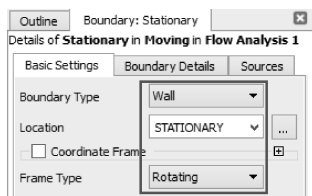

图 11-60 墙基本设置
(1) 在任务栏中单击边界条件按钮 , 在弹出的插入边界条件面板里输入名称为“Stationary”确定, 在基本设定中设置边界条件类型为 Wall, 位置选择 STATIONARY, 然后指定【Frame Type】为 Rotating, 如图 11-60 所示。